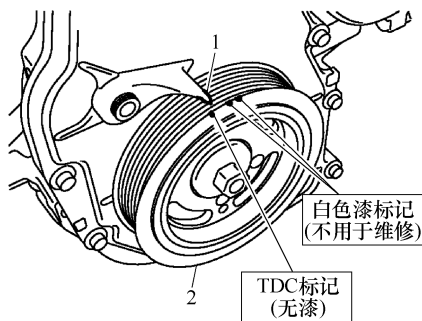

图 3-81 使 1 号气缸位于 TDC 位置
- ① 将 1 号气缸置于压缩行程上止点(TDC)。
- a. 顺时针转动曲轴带轮 2 并使 TDC 标记(无漆)与前盖上的正时指示器 1 对准，如图 3-81 所示。
- a. 旋转曲轴带轮(2)一圈(360°)并将上止点标记(无漆)与前盖上的正时指示器(1)对齐，如图 3-81 所示。